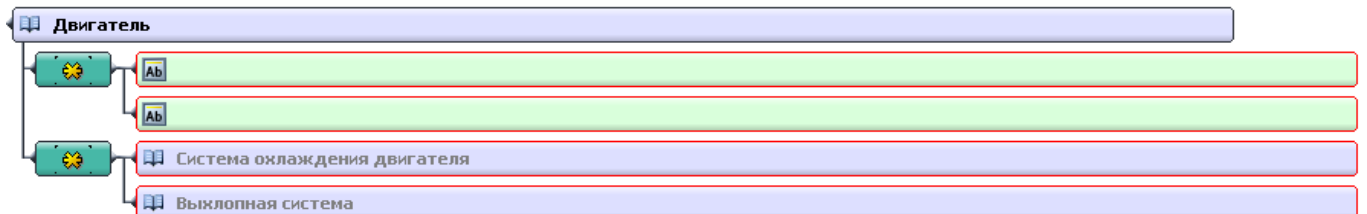

Рисунок 48
- 2) Создайте дополнительные элементы **Модуль данных** и **Подсистема** (рисунок 48).
- 3) Элементам **Подсистема** присвойте названия (рисунок 48).